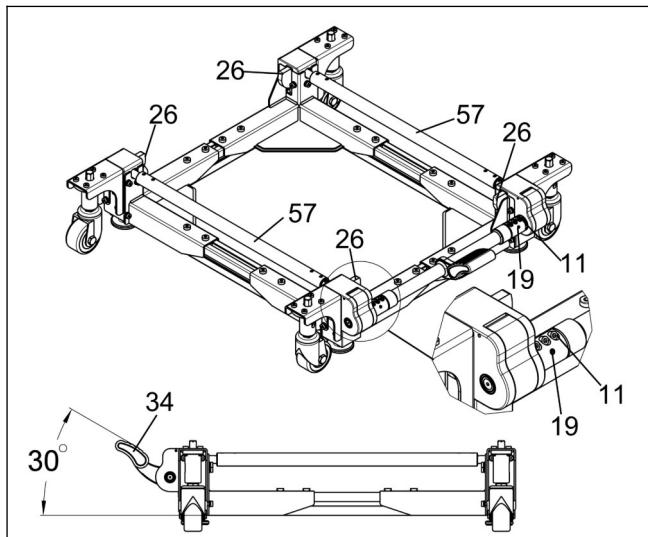

图 17
e. 旋转两个联轴器 “57”，使得四个凸轮 “26” 向上转动至极限位置；再将踏板 “34” 转至与地面夹角 30°，旋紧紧固件 “11”、“19”。（见图 17）
b.踩下踏板“34”，若踏板“34”下底面与地面距离很小，无法抬起踏板，请松开图 17 所示紧固件“11”、“19”，然后向上旋转踏板“34”至合适位置，最后旋紧紧固件“11”、“19”。（见图 17）